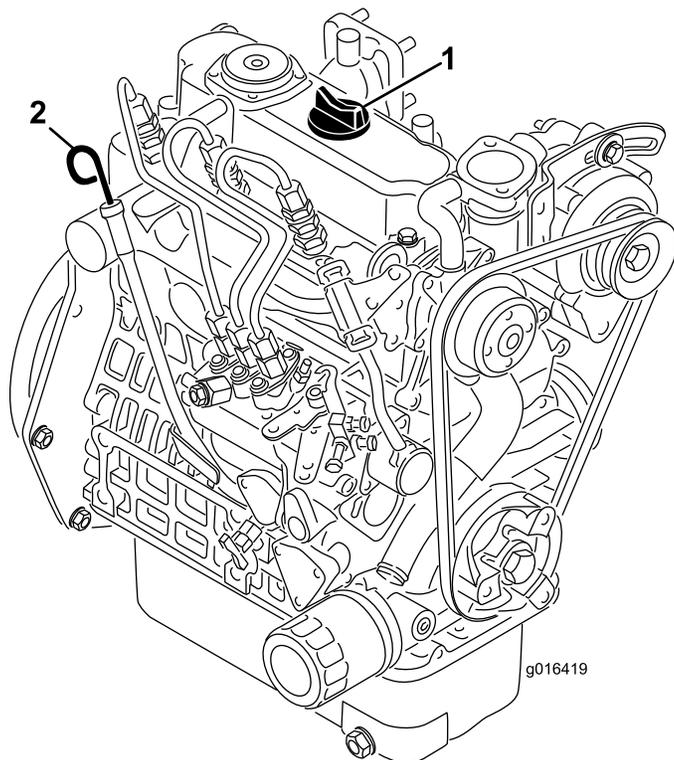

図 22
2. ディップスティックを抜き、ウェスで一度きれいに拭く (図 22)。ディップスティックを、首の根元までもう一度しっかりと差し込む。首から引き抜いて油量を点検する。油量が足りなければ、バルブカバーについている補給口のキャップを取り、ディップスティックのFULLマークまで **ゆっくりと** 補給する。補給するときは、ディップスティックで確認しながら少量ずつ入れてください。**入れすぎないこと。**